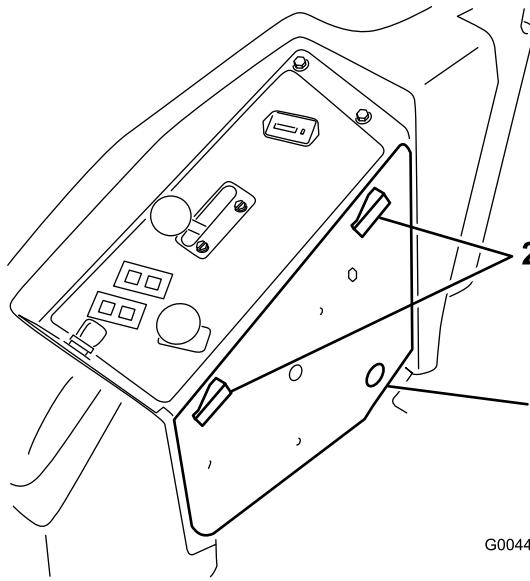

Bild 5
1. Entriegeln Sie die Seitenabdeckung des Armaturenbretts (Bild 5) und legen sie auf zur Seite.